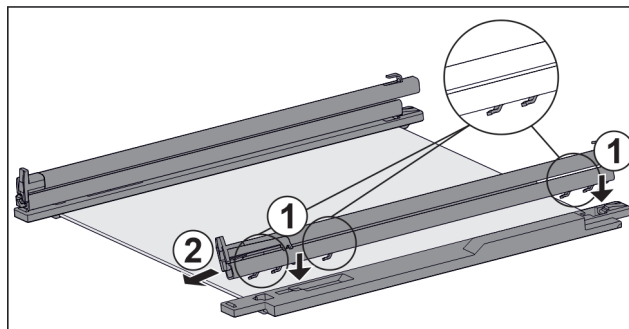

Fig. 114 Стъклена плоча с релси и задържащи части
- ▶ Поставете куките на релсата върху отворите на **лявата** задържаща част. Fig. 114 (1)
- ▶ Издърпайте релсата напред. Fig. 114 (2)
- ▶ Поставете куките на релсата върху отворите на **дясната** задържаща част. Fig. 114 (1)